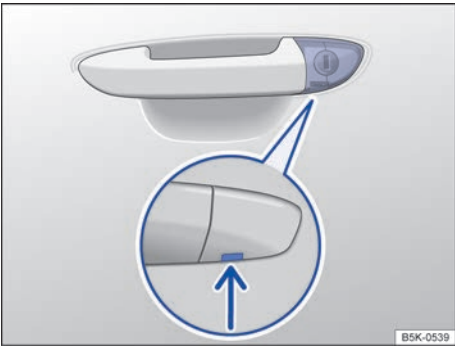

图 173 驾驶员侧车门拉手：隐蔽式车门锁芯
- 将钥匙头自下方插入驾驶员侧车门拉手上的盖板开口内 ⇒ 图 173（箭头所示）。撬开盖板，必要时，拉一下车门拉手。